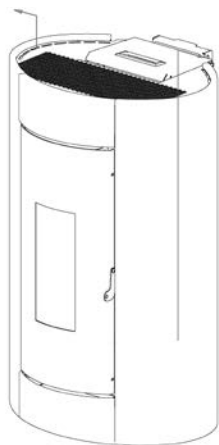

Fig. 59 - Verwijdering zijpanelen
- De zijpanelen van onder naar boven losmaken (zie **Fig. 59**).